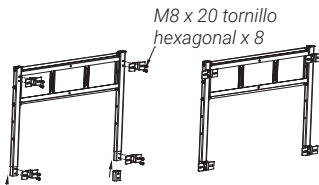
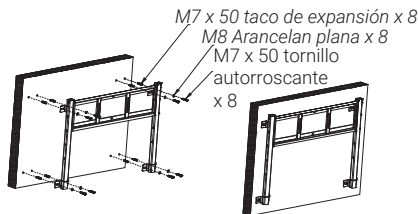
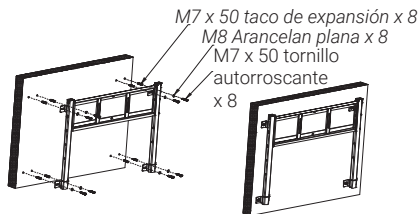

Figura 11
Figura 12
Figura 13
1. Monta en la forma mostrada en la Figura 12, tal como se muestra en la figura 11.
2. Coloque los componentes de fijación a la pared ya ensamblados (Figura 12) horizontalmente sobre una pared adecuada, marque la posición de perforación con un lápiz y luego use un taladro percutor para hacer un orificio (se recomienda perforar un orificio de Ø10 mm en la pared). Se recomienda una profundidad de perforación superior a 60 mm. El proceso de operación se muestra en la Figura 13.